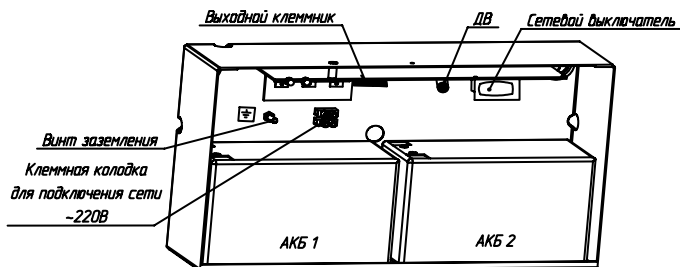

Рисунок 2 – Внешний вид источника без крышки
2.17 В источнике может быть установлен датчик вскрытия (ДВ) (рисунок 2), срабатывающий при снятии крышки с источника. ДВ замкнут при закрытой крышке источника, разомкнут при вскрытии. Контакты ДВ допускают ток до 50 мА постоянного напряжения 15 В.